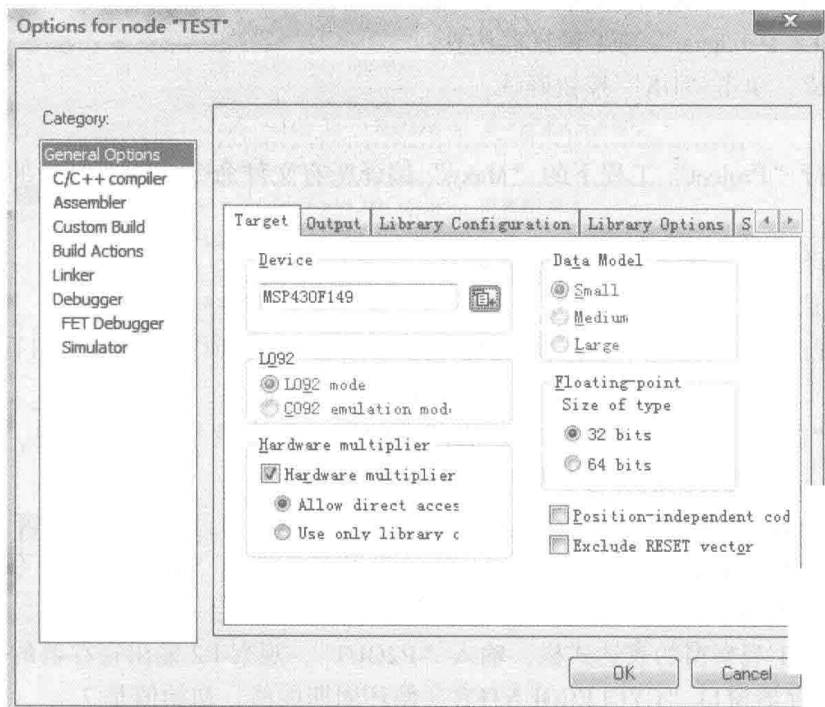

图 1-11 工程文件设置界面
1) 右键单击 TEST_Debug, 在弹出的快捷菜单中, 选择 Options 进行工程文件设置, 如图 1-11 所示。